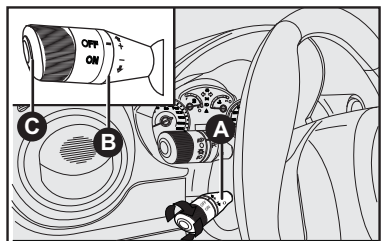

fig. 58
MANDOS - fig. 58
El regulador de velocidad se activa o desactiva mediante la palanca **A-fig. 58**.
Un breve toque en palanca **B-fig. 58** hacia arriba (posición +) permite aumentar la velocidad memorizada.
Un breve toque en palanca **B-fig. 58** hacia abajo (posición -) permite disminuir la velocidad memorizada.
Cada vez que se acciona la palanca **B-fig. 58** la velocidad aumenta o disminuye 1 km/h aproximadamente.
Después de la desactivación automática del dispositivo, el botón **C-fig. 58** permite restablecer la velocidad memorizada.
Ponga la extremidad de la palanca **A-fig. 58** en la posición **ON** y lleve el vehículo a la velocidad deseada.
Ponga la palanca **A-fig. 58** en la posición (+) durante tres segundos como mínimo, luego suéltela. La velocidad del vehículo permanece memorizada y por lo tanto, es posible soltar el pedal del acelerador.
- presionando el botón **C-fig. 58**.
- 2) Un breve toque en la palanca **A-fig. 58** hacia a la posición (+): por cada impulso de la extremidad corresponderá un ligero aumento de la velocidad (1 km/h aproximadamente) mientras que a
- 2) Manteniendo posicionando el anillo **A-fig. 58** a la posición (→) hasta alcanzar la nueva velocidad que quedará memorizada automáticamente.
Gire el anillo **A-fig. 58** en **OFF** o la llave de arranque a la posición **STOP**.